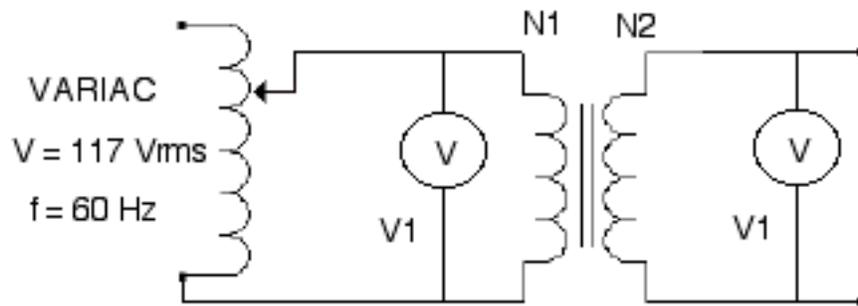

Figura 1
- 9.- Para obtener la relación de vueltas (n), monte el circuito de la figura 1.